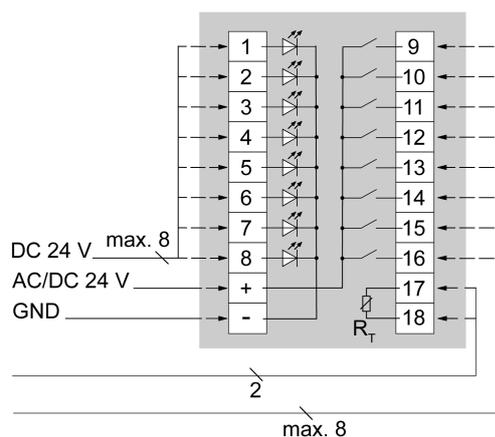

рисунок 3: Подключение 4-проводного тактильного датчика
Монтаж и подключение устройства(см. рисунок 3)
- Подключите тактильный датчик (с) согласно (см. рисунок 3)